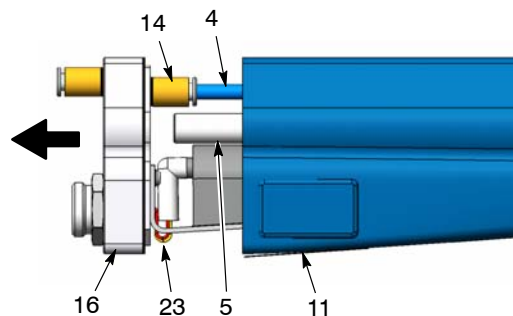

Figura 24 Tragerea radiatorului pentru a-l scoate din carcasă
6. A se vedea Figura 24. Trageți radiatorul (16) din carcasa (11) și deconectați tubulatura pentru aer (4) de la conectorul (14).
5. A se vedea Figura 24. Conectați tubulatura pentru aer (4) la conectorul (14), apoi împingeți radiatorul (16) înapoi lângă carcasa, în timp ce fixați tubul pentru pulbere (5) prin radiator. Asigurați-vă că firele cablajului (23) nu sunt prinse între carcasa (11) și radiator.